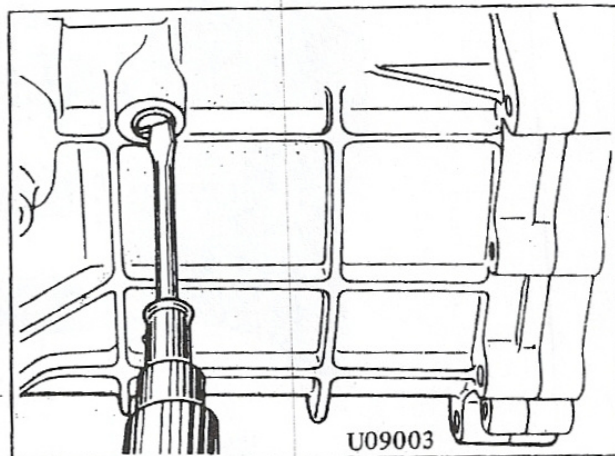

Fig. 3 Desmontaje del tapón del resorte de bola fiadora
7. Desmontar el tapón del resorte de bola fiadora del larguero de tercera y cuarta marchas, luego sacar el resorte y la bola. (Fig. 3)